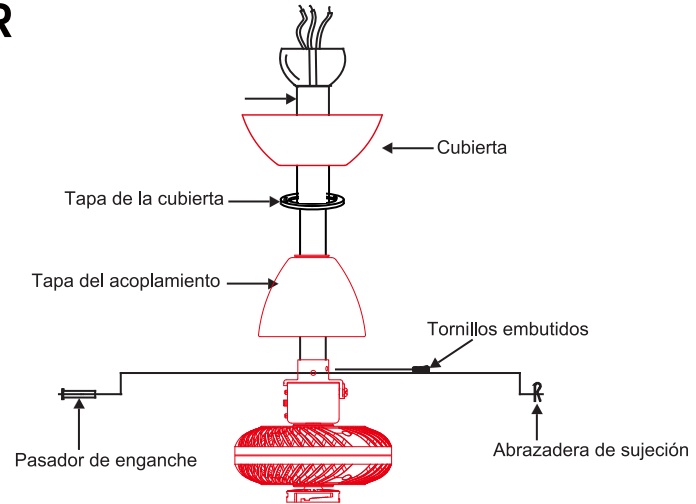

Fig. 9
Paso 8. Deslice la tapa de acoplamiento, la tapa de la cubierta y la cubierta sobre el vástago de extensión. (Fig. 9) Enrosque la bola colgante en el vástago de extensión, inserte el pasador transversal en el vástago de extensión y ajuste. Ahora, ajuste el tornillo embutido. (Fig. 9)